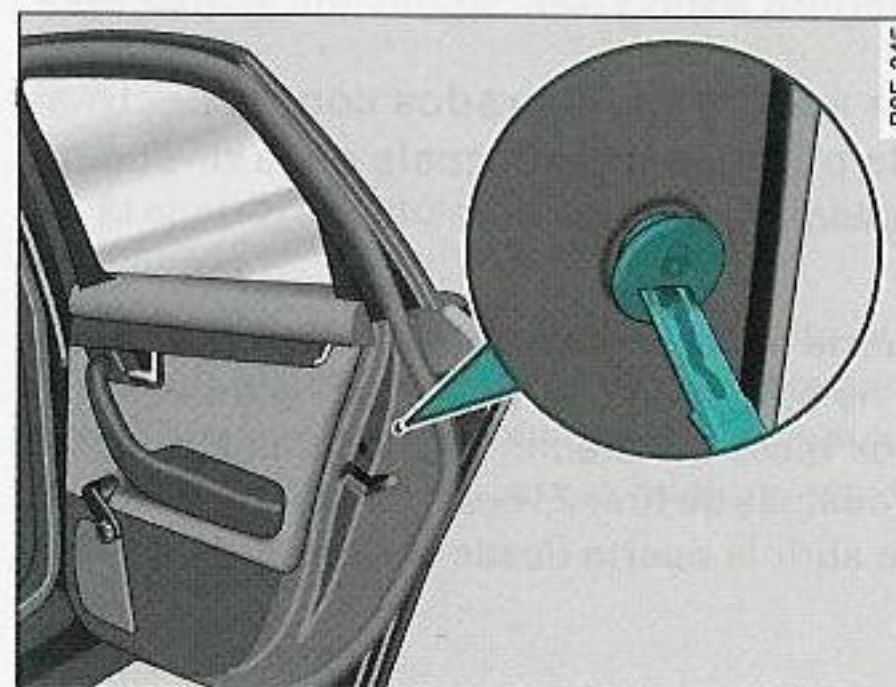

Fig. 49 Dispositivo de bloqueo de emergencia en las puertas
- Retire la tapa ⇒ *página 65, fig. 49.*